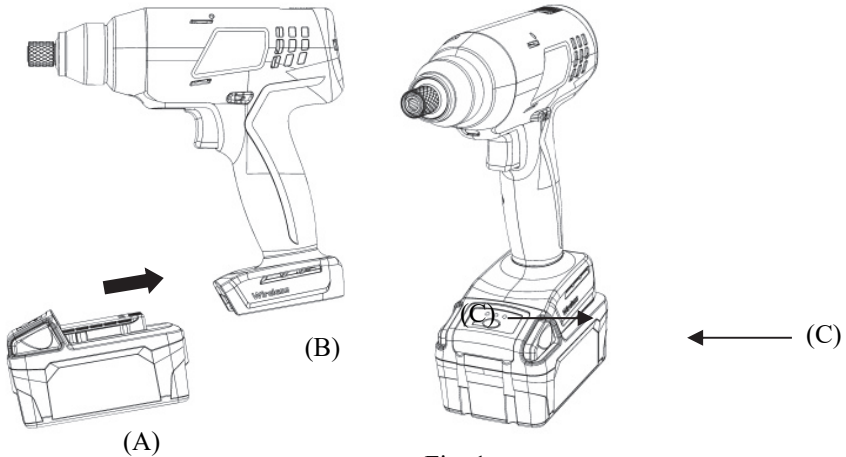

Fig. 1
Installer la batterie : Insérez la batterie (A) dans l'outil (B) jusqu'à la position verrouillée. (voir Fig.1)
Retirer la batterie : Appuyez sur les loquets (C) de la batterie et retirez la batterie (A) de l'outil (B). (voir Fig.1)